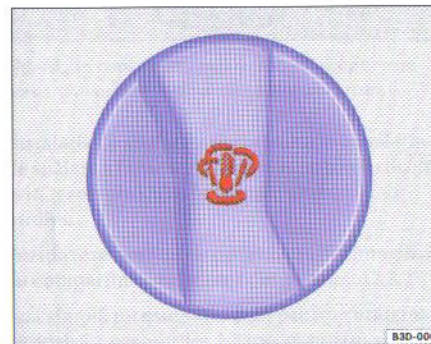

Fig. 12 În compartimentul motorului: Capacul vasului de expansiune al lichidului de răcire
- Puneți o lavetă groasă pe capacul vasului de expansiune ⇒ fig. 12 și deșurubați capacul cu atenție ⇒ ⚠